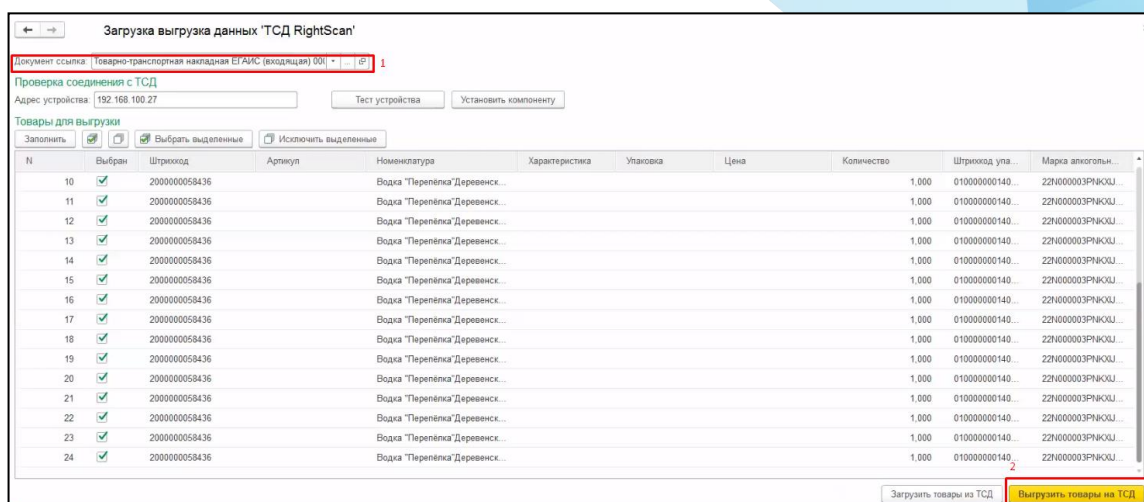

Рис. 5.15 - Выгрузка документа
2) нажать кнопку выгрузить. (Рис. 5.15)